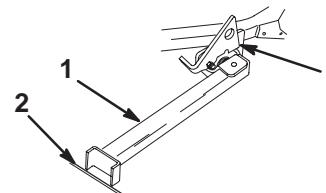

Figure 30
4. Posez le pied du support sur le sol et appuyez le verrou sur la languette de pivot (Fig. 30).
Remarque : Pour de meilleurs résultats, placez le pied du support dans des anfractuosités du trottoir ou du gazon (Fig. 30).
6. Montez la machine sur le support. Arrêtez-vous quand le verrou retombe sur la languette en position verrouillée (Fig. 30). Lorsque la machine est sur le support, serrez le frein de stationnement et arrêtez le moteur.